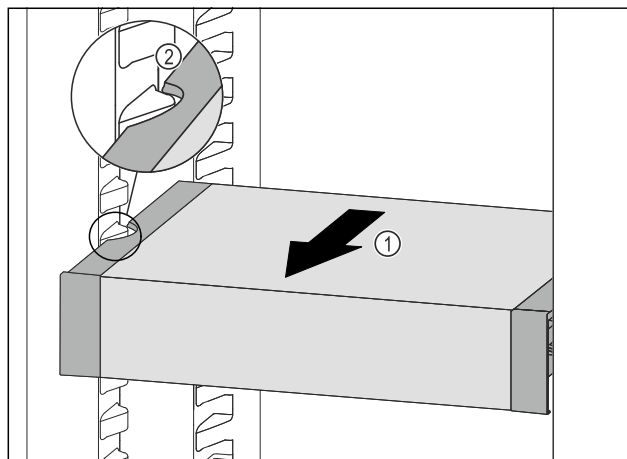

Fig. 108
- ▶ VarioSafe pociągnąć w przód Fig. 108 (1), aż boczne wycięcia szuflady VarioSafe będą się znajdować na wysokości żebrowania pojemnika w chłodziarce. Fig. 108 (2)